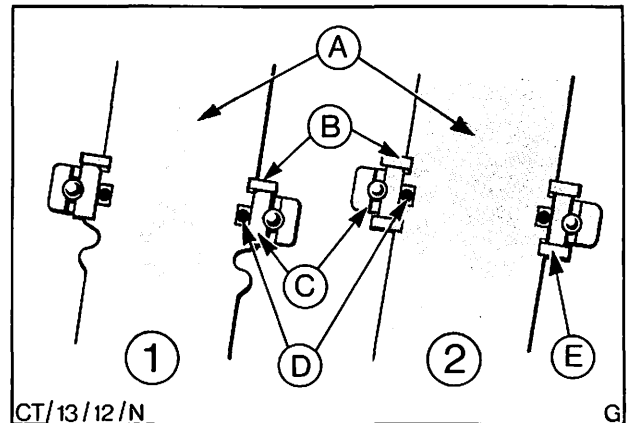

Abb. 73 Oberes Lager der Lenksäule
16. Oberes Lager und neue Sprengringe auf die Lenkspindel setzen, Abb. 73.